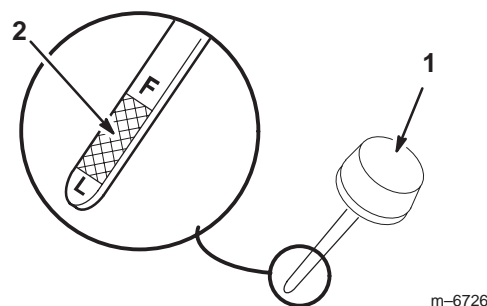

Figure 31
4. Remettez la jauge complètement dans le tube de remplissage sans la visser. Sortez de nouveau la jauge et examinez l'extrémité métallique (Fig. 31). Si le niveau est bas, versez lentement une quantité d'huile suffisante dans le goulot de remplissage pour amener le niveau au repère du plein ("F"), sans le dépasser.